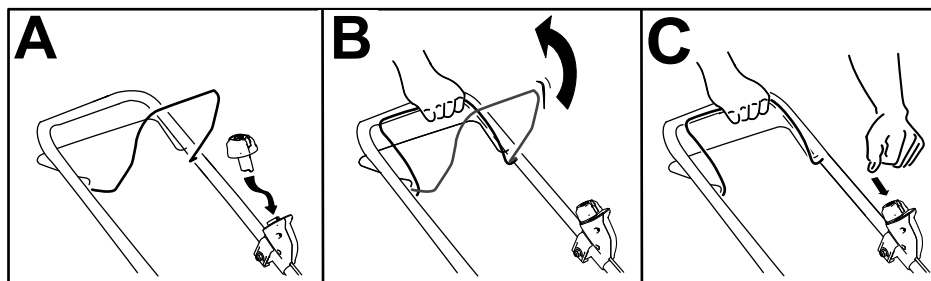

Figura 10
2. Inserite il pulsante di avviamento elettrico nell'interruttore dell'avvitore elettrico (A della Figura 10).
3. Premete la barra di comando della lama e tenetela ferma sulla stegola (B della Figura 10).
4. Premete il pulsante di avviamento elettrico e tenetelo premuto fino a quando il motore non si avvia (C della Figura 10).